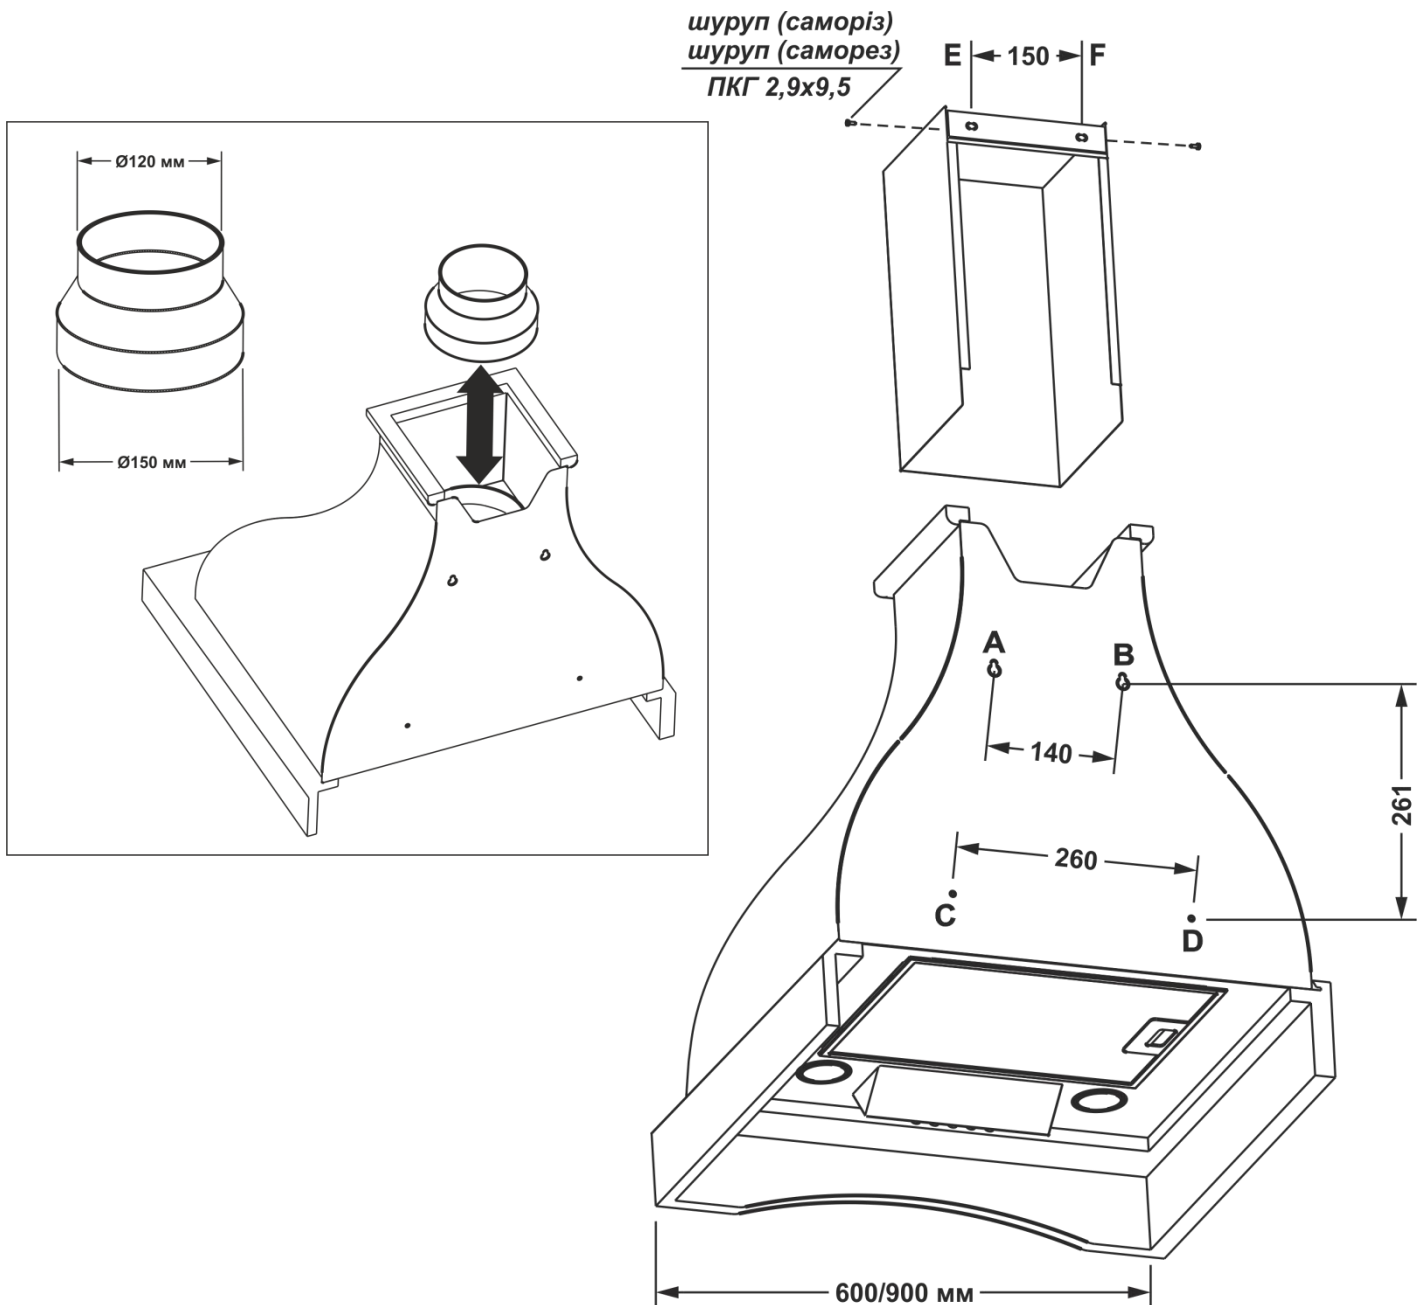

Рис.4
6.3 Проведіть розмітку кріпильних отворів корпусу на стіні кухні. Для цього виготовте паперовий шаблон з координатами 4-х отворів на задній стінці корпусу (точки А, В, С, D); прикладіть шаблон до стіни на необхідній наставній висоті, що вказана вище, і вирівняйте його по рівню (рис.4).
6.8 Вставте коминка в нішу корпусу так, щоб він закривав повітровід вентиляції, і розмітьте по пазам планки коминка 2 отвори під кріплення (т. Е, F) (рис.4).
6.11 Установіть коминак в нішу корпусу, з'єднавши з планкою коминка і з'єднайте їх з боків **2-ма шурупами (саморізи) ПКГ 2,9x9,5 (рис.4)**.